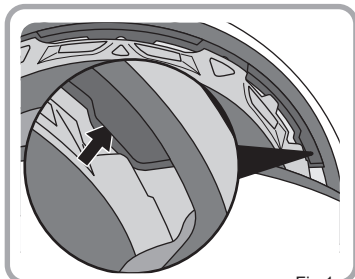

Fig.1
1. Indfør mellemføret i tindingeområderne som vist i Fig. 1.